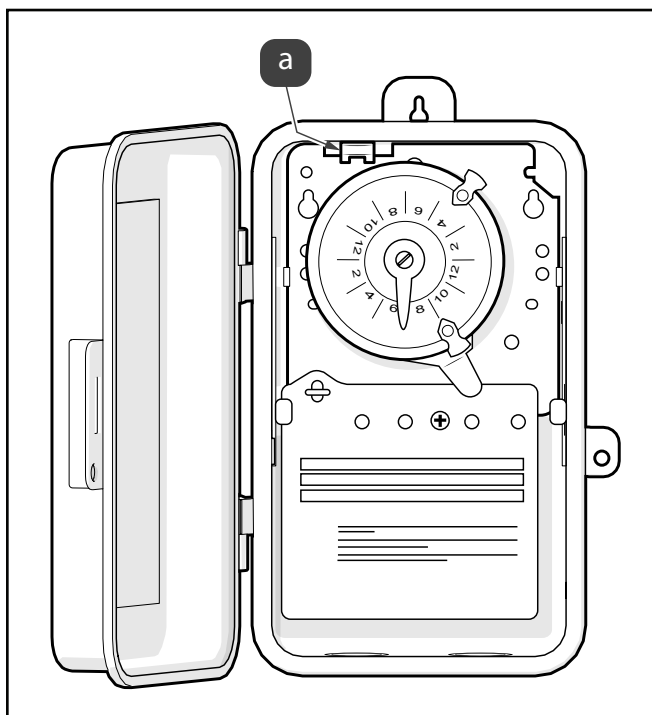

Figure 9. Retirez l'horloge de l'unité Intermatic®
3. Retirez l'horloge en appuyant sur la patte de montage vers le bas et en tirant sur le bloc horloge, reportez-vous à la Figure 9 (a)